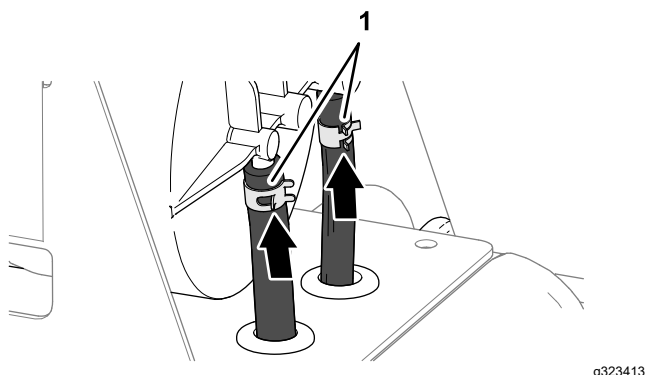

Figure 125
4. Fixez les flexibles sur les raccords avec les colliers (Figure 125).